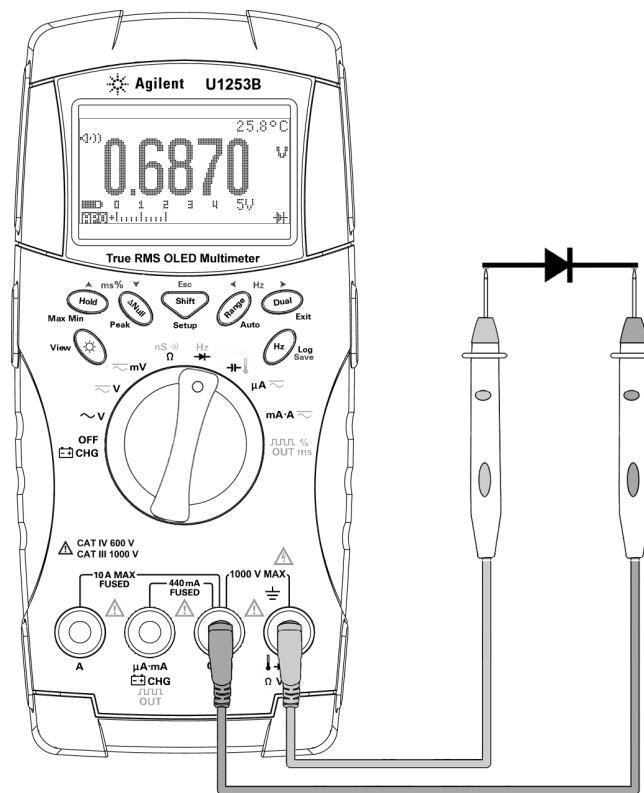

图 2-12 测量二极管的正向偏压
- 3 将红色测试引线 with 二极管的正端子 (正极) 连接，将黑色测试引线 with 负端子 (负极) 连接。请参阅第 48 页上的图 2-12。